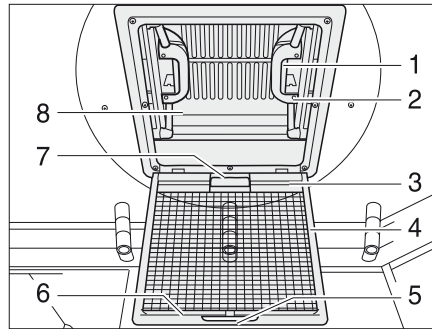

Bild 90 Taklucka med snäpplås
- Drag i handtaget (Bild 90,5).
- Fäll ned insektsskyddet (Bild 90,4).
- Tryck snäpplåset (Bild 90,1) mot takluckans insida (Bild 90,8). Tryck samtidigt takluckan uppåt med handtaget (Bild 90,2).
- Fäll upp insektsskyddet (Bild 90,4) så att det hakar i.
- Drag kraftigt ner takluckan (Bild 90,8) med hjälp av båda handtagen (Bild 90,2) så långt, att snäpplåsen (Bild 90,1) går i lås.
- Drag mörkläggningsrullgardinen (Bild 90,1) i handtaget (Bild 90,7) och haka i kroken (Bild 90,3) i listen på insektsskyddet.
- Lossa handtaget (Bild 90,3) från fästlisten (Bild 90,6) och för långsamt tillbaka mörkläggningsrullgardinen.